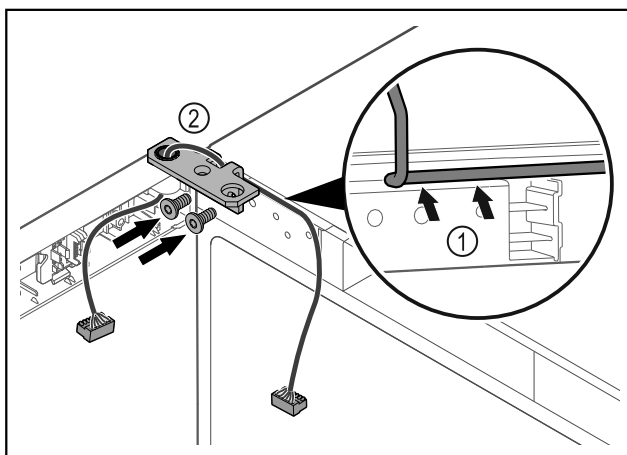

Fig. 39
- Vadiet kabeli caur lokāmā kronšteina padziļinājumu un uzmanīgi izvietoiet Fig. 39 (1).
- Pieskrūvējiet lokāmos kronšteinus Fig. 39 (2).